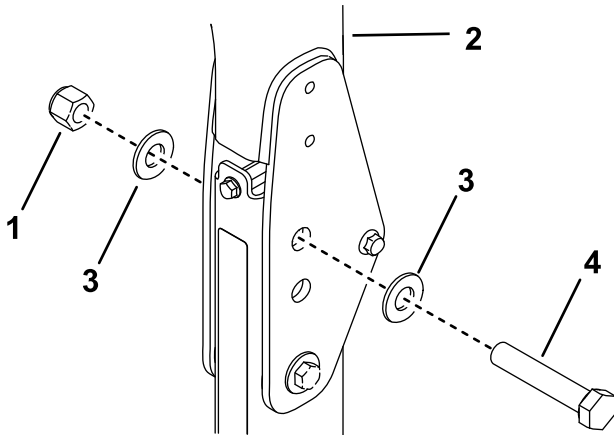

図 37
2. 図 37 に示すように、ワッシャ $13/16$ x $1\frac{1}{2}$ " を各ボルト $\frac{3}{4}$ x 4" に組み付ける。
3. ピンを抜いた穴に、ボルトとワッシャを取り付ける図 37。
4. 図 37 のように各ボルトにもう1枚のワッシャを入れ、ナット $\frac{3}{4}$ " で固定する。